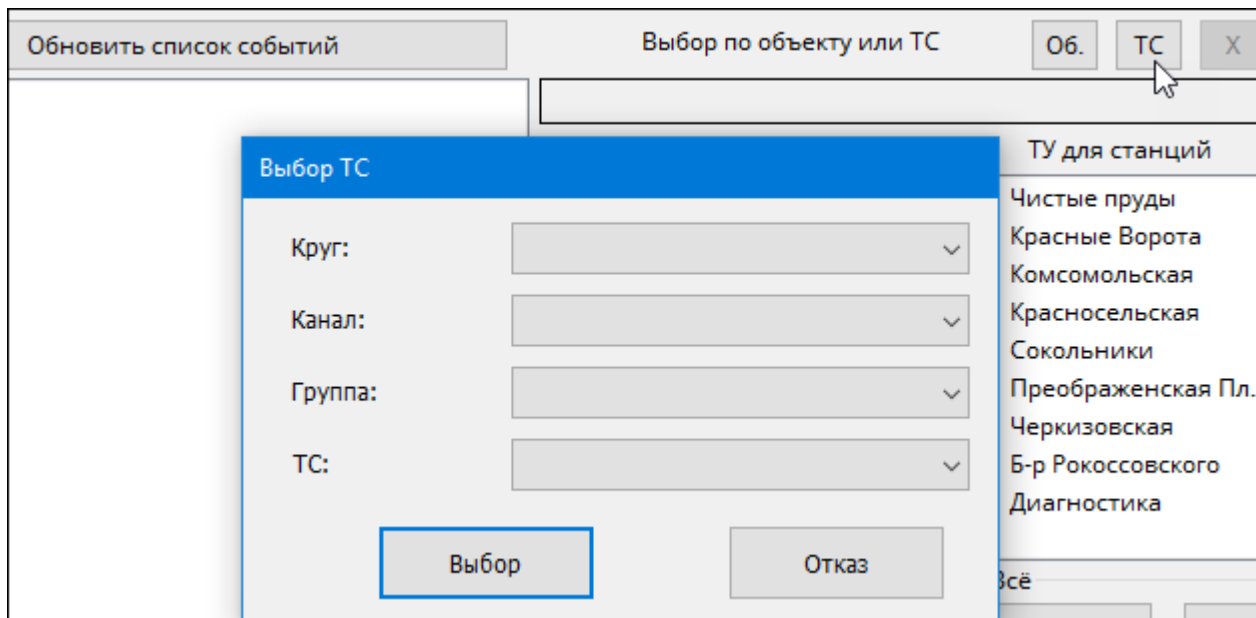

Рис. 4.8 Окно фильтра. Выбор ТС
- Кнопка - ввод данных для отображения событий, связанных с выбранным сигналом Т (Рис. 4.8);